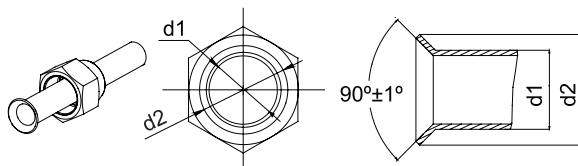

Fig. 13
- (1). Coupez le tuyau de branchement avec le coupe-tuyaux et retirez les bavures.
- (2). Maintenez le tuyau vers le bas afin d'éviter que les découpes n'entrent dans le tuyau.
- (3). Retirez les écrous évasés du robinet d'arrêt de l'équipement extérieur et dans le sac d'accessoires de l'équipement intérieur, puis insérez-les sur le tuyau de branchement, et évasez ce dernier avec un outil adéquat.
- (4). Vérifiez si la partie évasée est régulière et ne présente aucune fissure (voir Fig. 13).